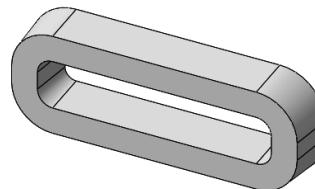

图 6-13 零件实体模型
- [1] 打开初始文件“Z6L3.prt”，零件实体模型如图 6-13 所示。